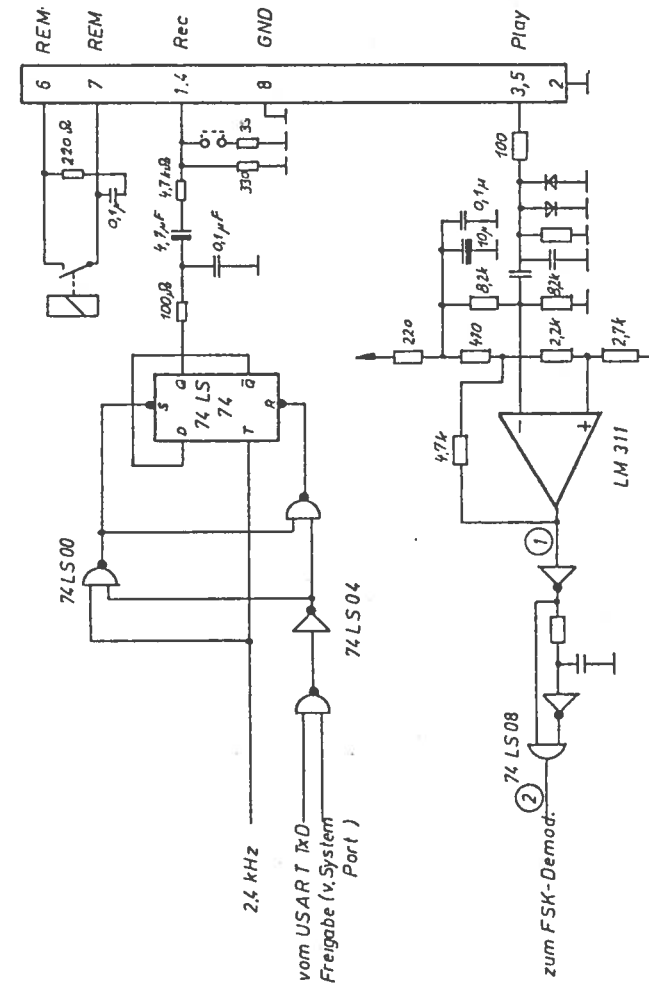
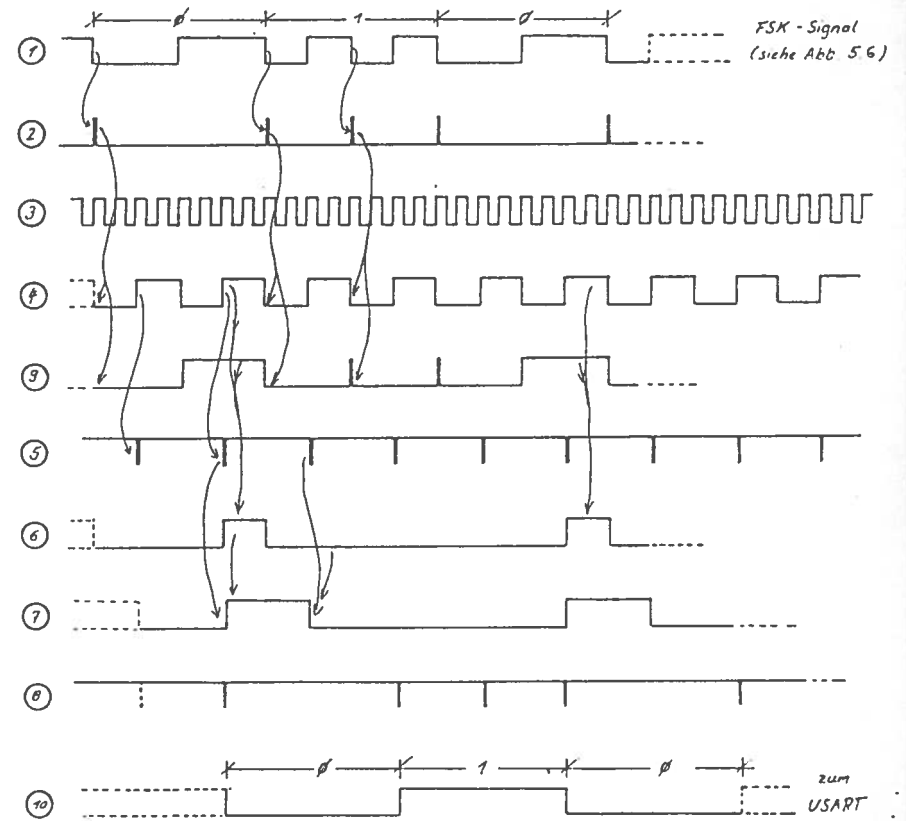

Abb. 5.10
Abb. 5.12
Die FSK-Modulation (siehe Abb. 5.10) übernimmt ein D-Flip Flop (SN 74 LS 74, Texas Instruments) in Zusammenarbeit mit zwei NAND-Gattern und ausgangsseitigem Widerstands-Kondensator-(RC) Netzwerk zur Pulsverrundung und Pegelanpassung. Der Ausgangspegel beträgt je nach Einstellung der Steckbrücke (Abb. 2.3) ca. 700 mV oder 25 mV (siehe Handbuch des PC).
Der Schaltungsaufwand für das Lesen der auf einer Cassette gespeicherten Information ist größer (Abb. 5.10, 5.11). Das auf einer Cassette gespeicherte frequenzcodierte Signal wird einer Begrenzerstufe (bestehend aus Dioden und Widerständen) zugeführt. Das so auf maximal 1,4 Vss begrenzte Signal wird von einem Komparator-IC (LM 311) den Logikpegeln angepaßt. Mit dem nachgeschalteten Differenzierer werden aus den fallenden Flanken des FSK-Signals positive Nadeln erzeugt. Diese werden zur weiteren Verarbeitung dem Demodulator (Abb. 5.12) zugeführt.
Aus dem nachfolgenden Zeitablaufdiagramm ist die Wirkung der Schaltung, die das empfangene Signal dekodiert, zu ersehen. Die Messpunkte sind in Abbildung 5.10 und 5.11 zu finden.